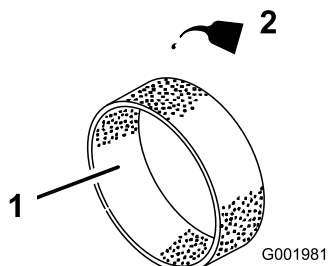

Figura 47
4. Applicare circa 30 – 60 ml d'olio sull'elemento (Figura 47).